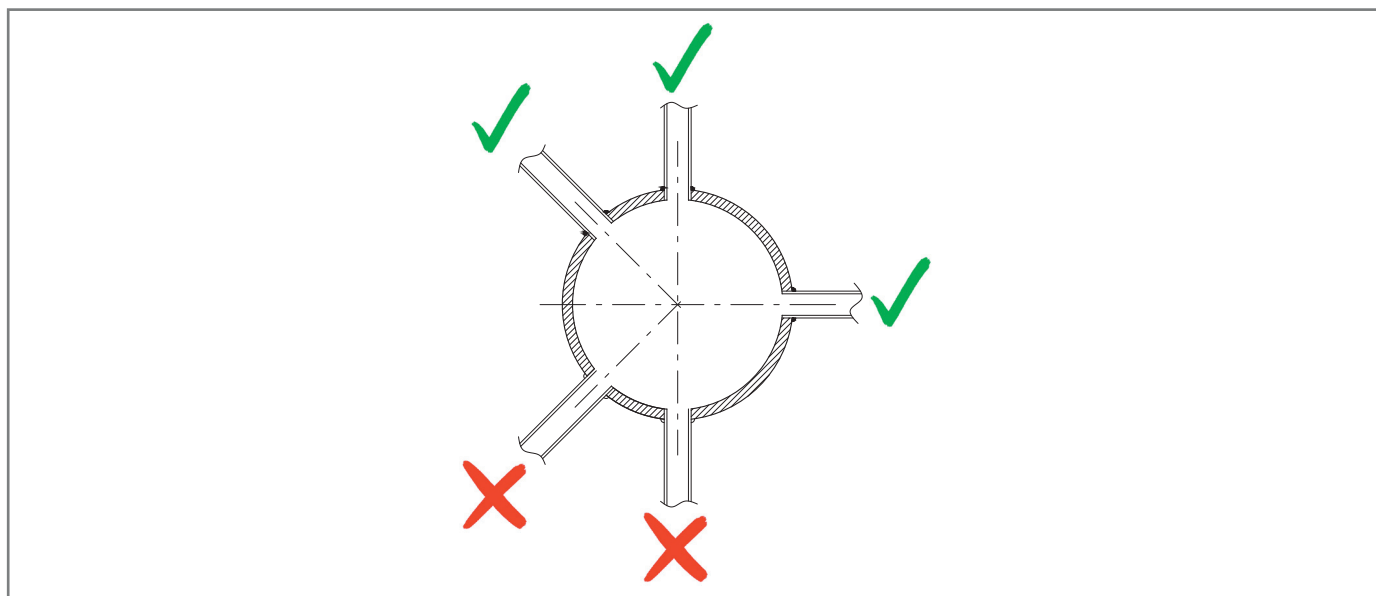

Fig. 6.30. Raccords de tuyaux soudés
- les raccords de la connexion pneumatique soient toujours soudés en haut ou sur l'axe horizontal du tuyau en question (consulter la Fig. 6.30) ;